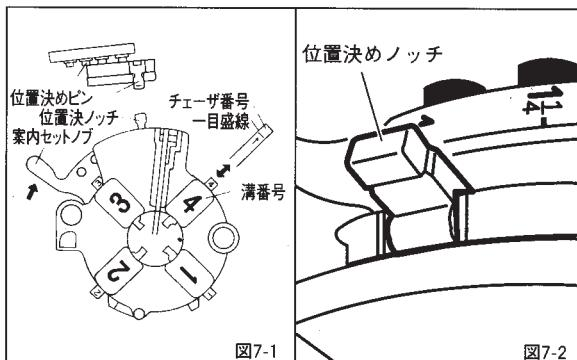

図7-1
- 案内セットノブを図7-1の矢印の方向に回してください。チーザは中心に向って入っていきます。もしチーザが入らないときはチーザを少し上下に動かしもう一度繰り返してください。